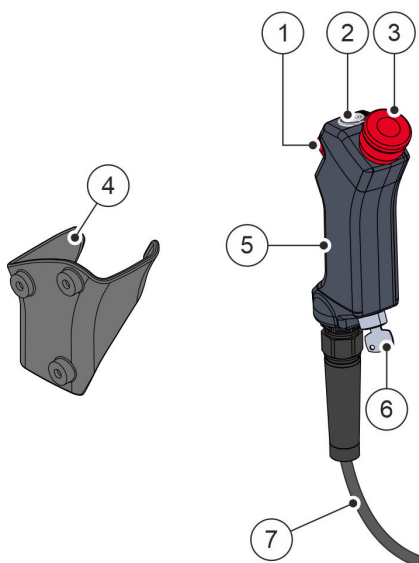

Abb. 7 Übersicht Handcontroller
Am Handcontroller befinden sich die in Abb. 7 dargestellten Bedienelemente.
Dazu muss für jede Roboterbewegung der Zustimmungstaster Abb. 7/① betätigt werden.
Die Betriebsart des Roboters wird per Betriebsartenwahlschalter Abb. 7/⑥ eingestellt. Das Einstellen der Betriebsart sowie das Aufbewahren des Schlüssels sind dem dazu autorisierten Betreiberpersonal vorbehalten (☞ Kapitel 3.9 „Personalanforderungen“ auf Seite 73).
Mit dem EIN-/AUS-Taster Abb. 7/② kann der Roboter ein- und ausgeschaltet werden. Der EIN-/AUS-Taster verfügt über einen LED-Ring, der im eingeschalteten Zustand des Roboters grün leuchtet.
Durch Betätigen des Not-Halt-Tasters Abb. 7/③ wird ein Not-Halt ausgelöst, wodurch sämtliche Roboterbewegungen umgehend stoppen (☞ Seite 80). Die Bremsen des Roboters werden betätigt und der Roboter kann auch durch Betätigen des Handführungstasters nicht mehr manuell bewegt werden. Für eine Wiederinbetriebnahme muss der Not-Halt-Taster entriegelt und ein Reset in der Benutzeroberfläche ausgeführt werden (☞ Seite 141).
Über die Halterung Abb. 7/④ kann der Handcontroller in Roboternähe auf geeigneter Arbeitshöhe eingehängt werden. Die Halterung muss dabei so angebracht sein, dass sich der eingehängte Handcontroller außerhalb der Roboterreichweite befindet.